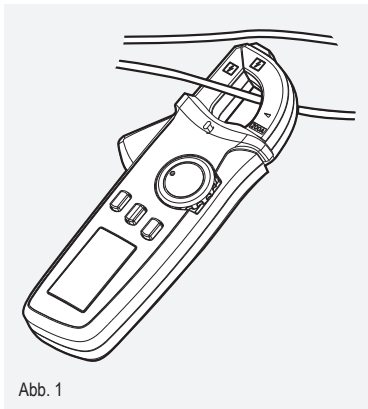

Abb. 1
- Aktivieren Sie die Funktion durch Drücken der Taste **MAX/MIN** (3). Deaktivieren Sie sie, indem Sie die Taste **MAX/MIN** für ca. 2 Sekunden drücken und festhalten. Die Kontrollanzeigen erlöschen.
- Durch Drücken der Taste **REL** (6) wird die Funktion aktiviert. Im Display erscheint < **REL** >. Um die Funktion auszuschalten, drücken Sie die Taste **REL** erneut. Die Kontrollanzeige < **REL** > erlischt. Durch Ausschalten der Funktion wird der Bezugswert zurückgesetzt.
- ➔ Umfassen Sie mit der Stromzange immer nur einen Leiter (Abb. 1). Umfassen Sie mehrere Leiter, erhalten Sie kein Messergebnis.
2. Öffnen Sie mit dem Zangenöffnungshebel (8) die Zange (1), umfassen den Leiter (an dem die Messung durchgeführt werden soll) und schließen die Zange langsam und vollständig.